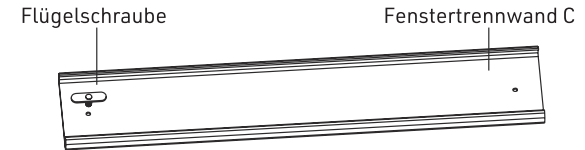

Abb. 4
- 5.) Wie in Abb. 4 gezeigt, setzen Sie die Flügelschraube in die Öffnung der Fenstertrennwand C ein;